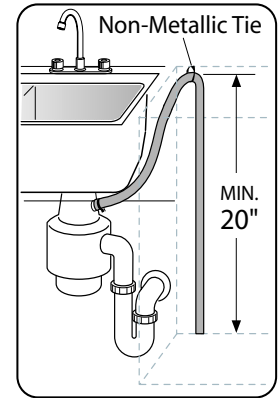

Ilustración 9
- 2 Directamente a una conexión de desagüe de la lavadora de platos que cuenta con una trituradora de basura, como se muestra en la Ilustración 9.